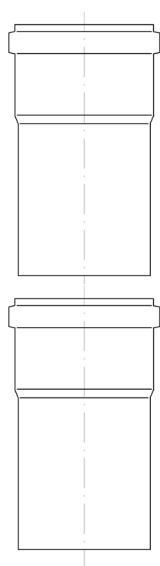

Fig.1
Il sistema NERINO MX è realizzato con giunto a bicchiere di tipo maschio/femmina su nervature autocentranti ed antischiacciamento come schematizzato in (Fig. 1). Il posizionamento della guarnizione siliconica nell'apposito alloggiamento situato all'interno del bicchiere femmina, garantisce la tenuta.
- Installare gli elementi seguendo il senso dei fumi indicato sull'elemento con un'apposita freccia, ovvero con il bicchiere interno femmina rivolto verso l'alto (Fig. 1)